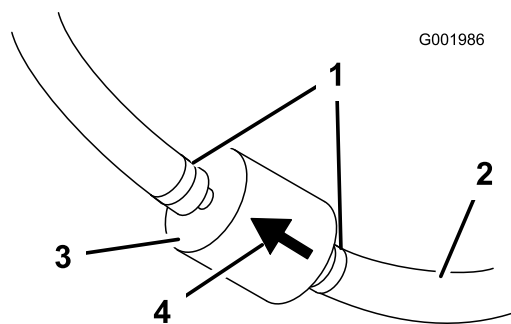

Рисунок 55
5. Сожмите концы шланговых хомутов и сдвиньте их с фильтра (Рисунок 55).